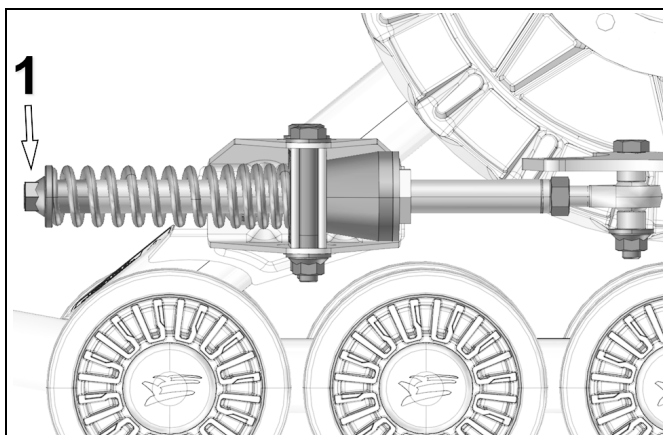

Figure 15
- Vérifier que le boulon du ressort (1) est serré au couple recommandé [40 N•m] et que les composants du bras stabilisateur sont dans le bon ordre. Voir la Figure 15.